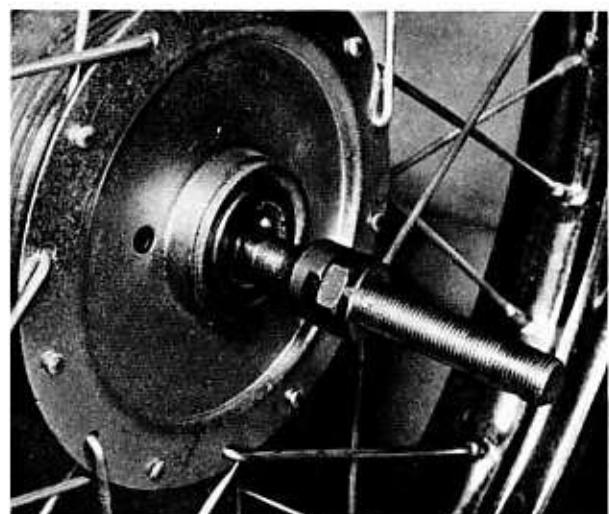
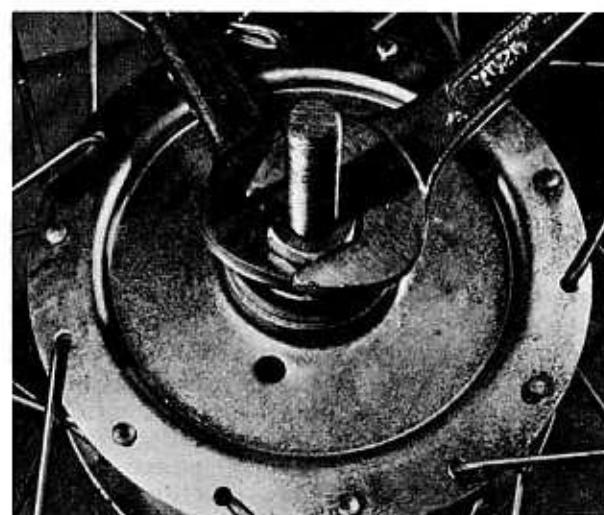

Bild 136
Bild 137
- Die Lagerschalen reichlich mit hochschmelzendem Fett schmieren und die Kugeln wieder einsetzen. Die Kugeln dürfen die Lagerschalen nicht vollständig ausfüllen, sondern es muss noch Raum für etwa eine Kugel frei bleiben, damit die Kugeln nicht aneinander reiben. Die Achse von der rechten Seite her einführen, nachdem der Lagerkegel geschmiert wurde (Bild 136). Das Rad umdrehen, den linken Lagerkegel schmieren und mit der Gegenmutter aufschrauben. Das Lager so einstellen, dass sich die Achse frei drehen lässt und am Felgenrand nur noch eine Spur von Spiel spürbar ist (Bild 137). Die Gegenmutter festziehen und die Einstellung nochmals überprüfen. Bei zu geringem Spiel werden die Lager überlastet, sie laufen heiss und führen zu Lei-